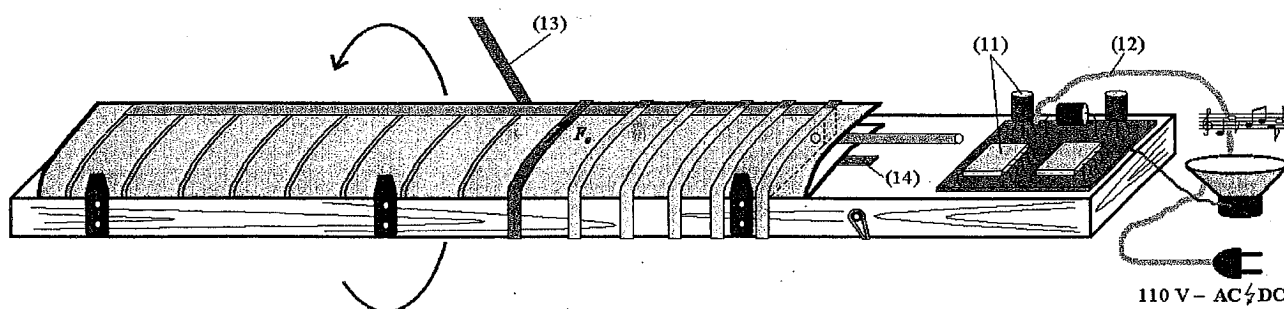

Figure 6. Utilisation of the Semi-Automated Digital Press
And so the leading edge „D” box shall be put to the „press” (figure 6), on a digital support made of wood onto which we have previously stuck a plastics made adhesive strip and a piece of a notebook cover (14) coorespondingly thick, in case the lower side of the section is concaved.
In order not to get the „shell” out of shape across that portion between ribs, the rubber (13) shall pass over on the direction shown in figure 6, right over the balsa ribs that are painted black and will be visible through the glass fibre and adhesive strip. In this way, the rubber elasticity will keep
Le D-box est maintenant placé sur la "presse digitale" et son socle en bois (fig.6). Ici encore coller une feuille plastique sur le chantier en prévision de l'époxy qui va suinter. Si le profil est creux à l'avant, glisser une épaisseur de carton (14) entre chantier et plastique.
Un ruban caoutchouc de 3.17 va être saucissonné autour de l'assemblage, voir fig.6. Faire passer le ruban bien à l'aplomb des nervures balsa, qui restent visibles à travers coque et plastique grâce à leur teinte noire. De la sorte la coque restera pressée sur les nervures et le longeron. Laisser polymériser pendant une nuit complète.